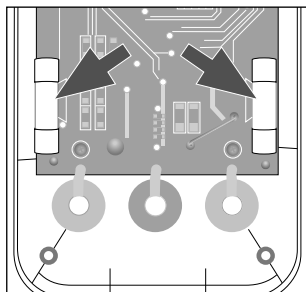

Fig. 6
- ◆ Substitua o fusível avariado F1 (F 250 mA/300 V) ou F2 (F 10 A/300 V) por um fusível novo do mesmo tipo (ver fig. 6).